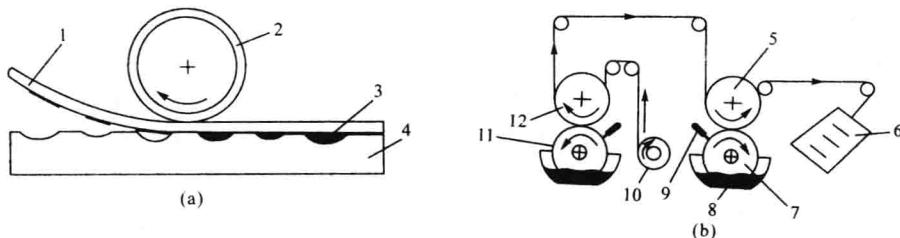

图 1-2 凹版印刷原理和示意图
(2) 凹版印刷 印版的图文部分低于非图文部分的印刷方式。凹印版上图文部分凹下，空白部分凸起并在同一平面或同一半径的弧面上。如图 1-2 所示，印刷时，先使整个印版表面涂满油墨，然后用特制的刮墨机构，把空白部分的油墨去除干净，使油墨只存留在图文部分的“孔穴”之中，再在较大的压力作用下，将油墨转移到承印物表面。